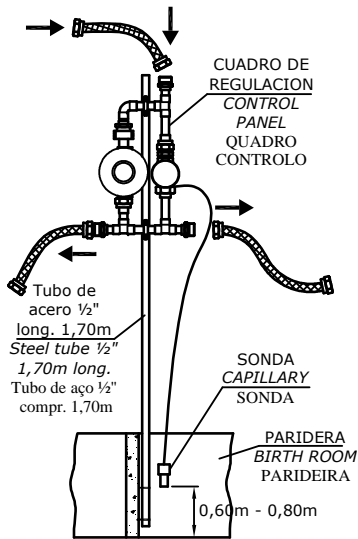

Fig. 3
Si se efectúa un montaje según fig.3, se deberá prever un tubo de 1/2"G, longitud 1,70m galvanizado, de los utilizados en fontanería. Fijar el tubo en el centro de la pared de separación de las parideras por medio de abrazaderas y tornillos.
- Conectar mediante tubería flexible adecuada, la entrada del cuadro a la línea de gas proveniente del regulador general de línea. (fig.3).
If installation is done like it is shown in fig. 3, it should be foreseen 1,70 m. long of a 1/2"G tube in order to build the mast, galvanized type, the one used in the plumbing installations. It must be fixed at the center of the wall which separates the rooms using clamps and screws.
- Connect by means of an adequate flexible hose the inlet of the control panel to the gas line which comes from the main pipe regulator. (fig.3).
Se efetua uma montagem segundo a Fig. 3, deve-se prever um tubo de 1/2" G, comprimento 1,70 m, galvanizado, dos utilizados em canalização. Fixar o tubo no centro da parede de separação das parideiras por meio de braçadeiras e parafusos.
- Ligar por meio de tubagem flexível adequada a entrada do quadro à linha de gás proveniente do regulador geral de linha. (Fig.3).